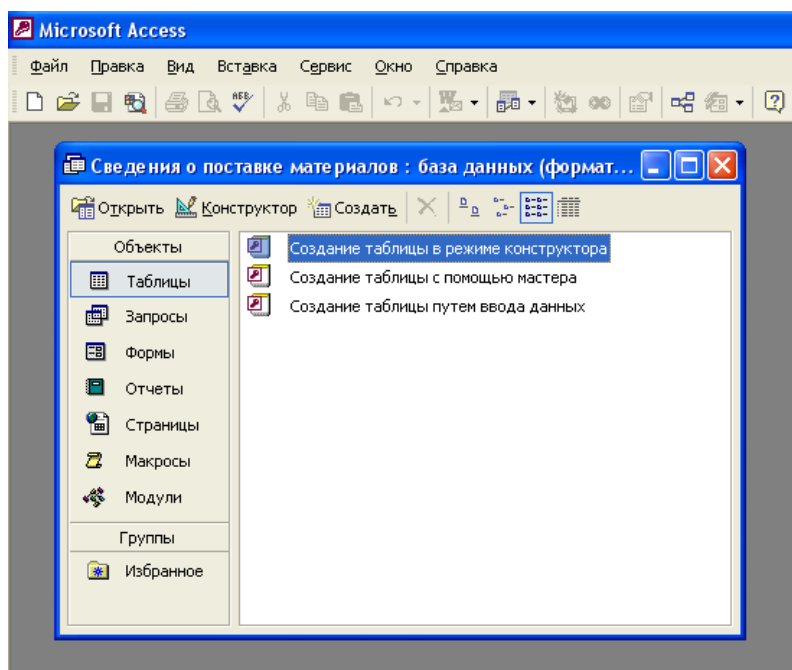

Рис. 52. Диалоговое окно с именем файла *Сведения о поставке материала*
- нажмите кнопку *создать* – появляется диалоговое окно с именем файла *Сведения о поставке материалов* (рис. 52).